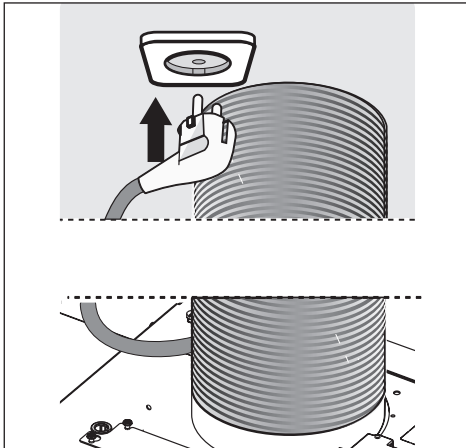

Fig.12
- Foretag den elektriske forbindelse (fig.12).